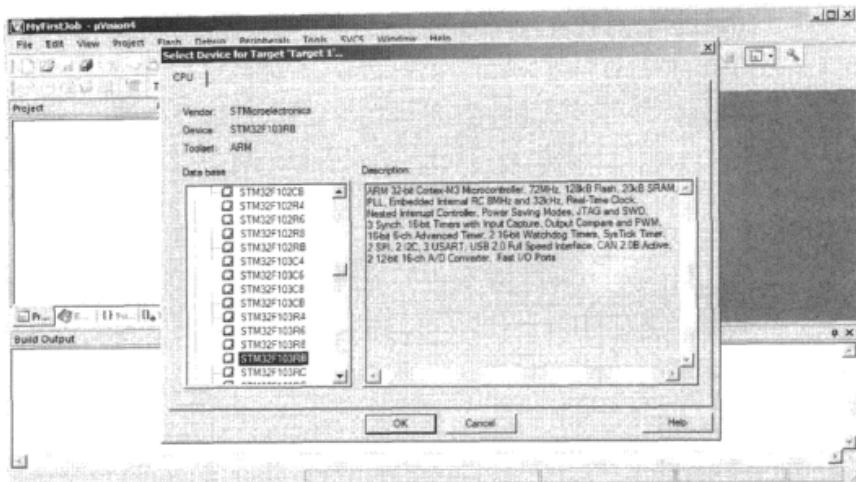

图 4.4.12 选择器件类型
b) 接着步骤 a) 保存之后，弹出窗口选择器件类型。此处根据实际情况选取，作者使用的是 STMicroelectronics 的 STM32F103RB 系列。如图 4.4.12 所示，可以看到右侧显示了该型号 STM32 器件的一些特性，比如 72 MHz、128 KB Flash、20 KB SRAM 等资源都是非常丰富的。